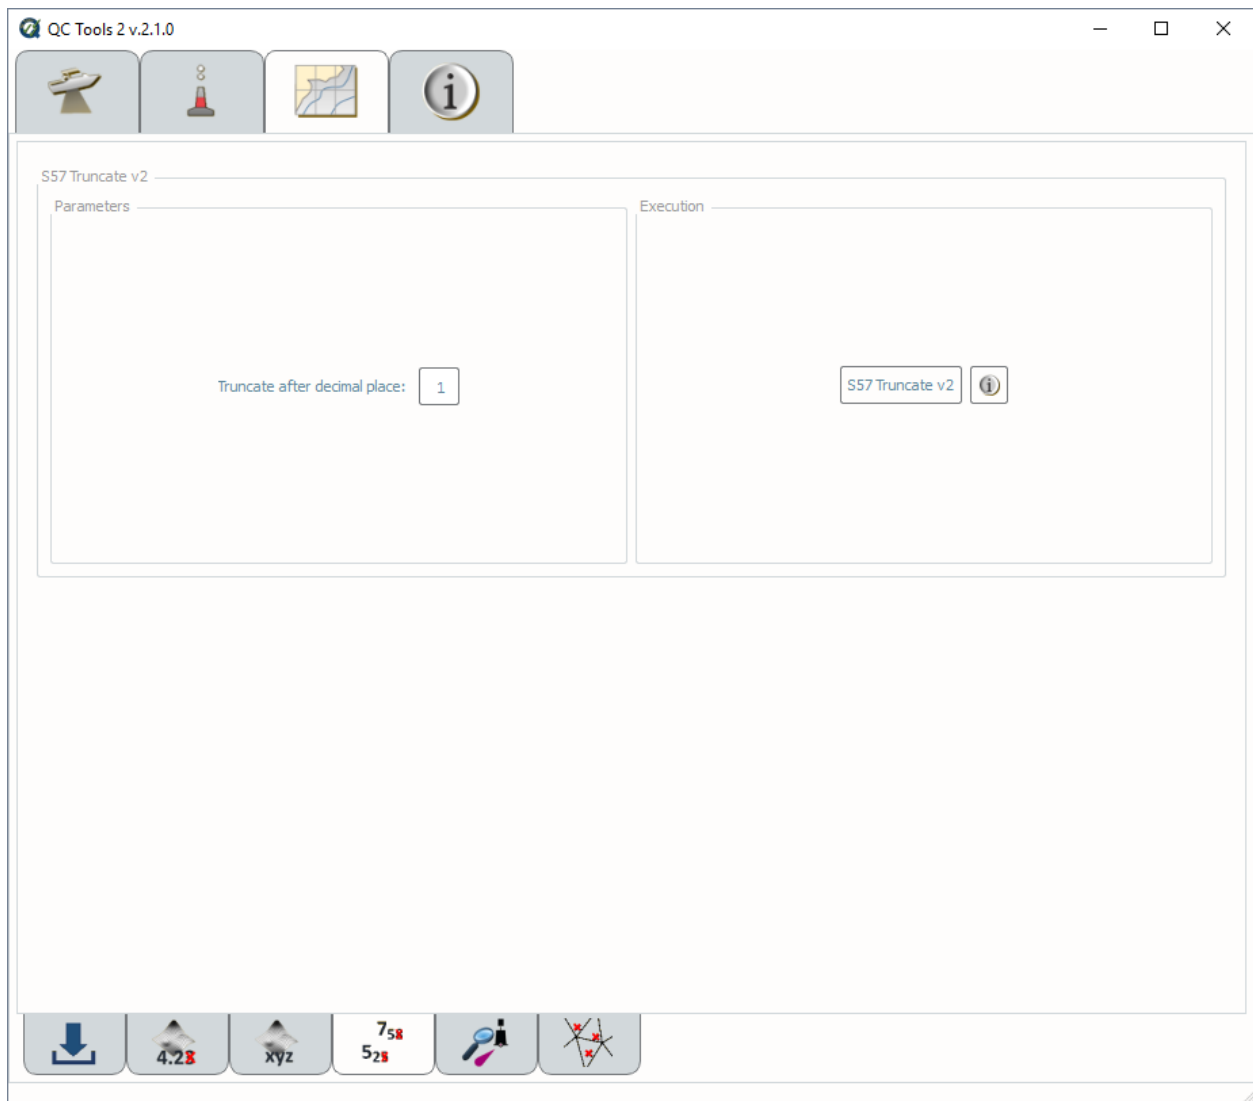

Fig. 2.37: S57 Truncate.
- In **Execution** (Fig. 2.37), click **S57 Truncate v2**.